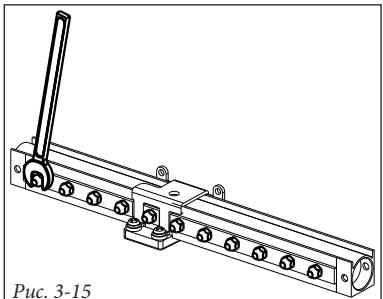

Рис. 3-15
- вывинтите форсунки и замените их на форсунки из предоставленного комплекта (Рис. 3-15).